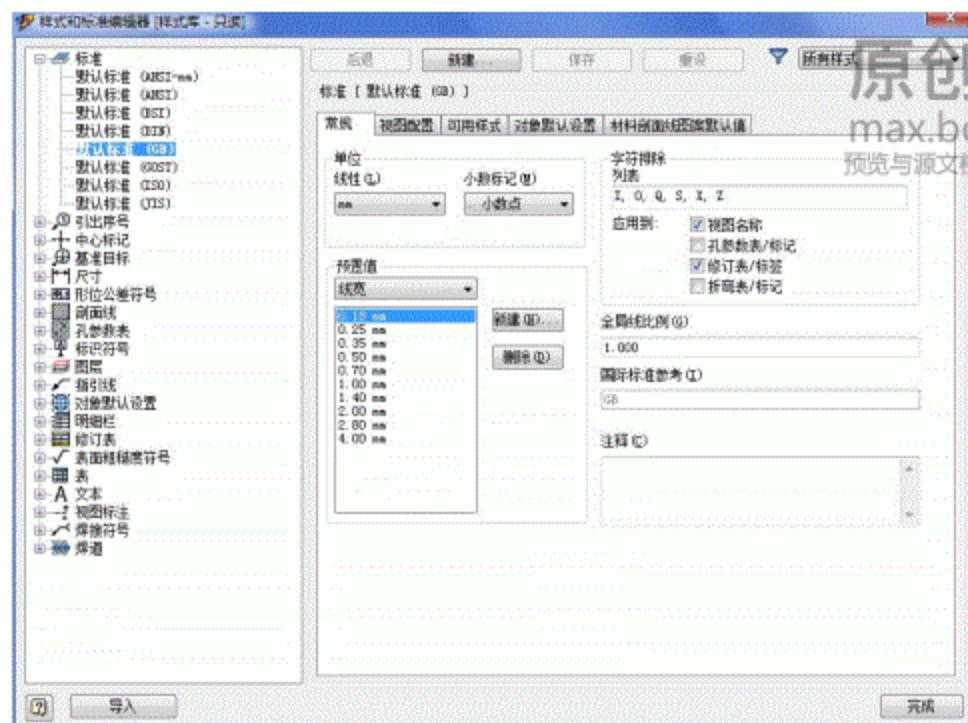

图5-2 选择标准
- 1) 绘图标准。在工程图的管理功能块中, 单击“样式编辑器”图标按钮, 打开“样式和标注编辑器”对话框, 如图5-2所示。在对话框右上角的样式展开窗中选择“所有样式”, 此时左边的浏览器的“标准”项目中显示各种制图标准, 可以选定其中一种标准, 并在右边“标准”设置框的各选项卡内修改设置。需要说明的是, 由于ANSI[美国国家标准(英制)]、ANSI-mm[美国
2) 设置工程图的属性。当前的绘图标准控制着工程图的许多属性。从图5-2的浏览器中可以查看诸如“引出序号”、“图层”、“尺寸”、“标题栏”等基于绘图标准的各个选项，必要时可以进行修改。